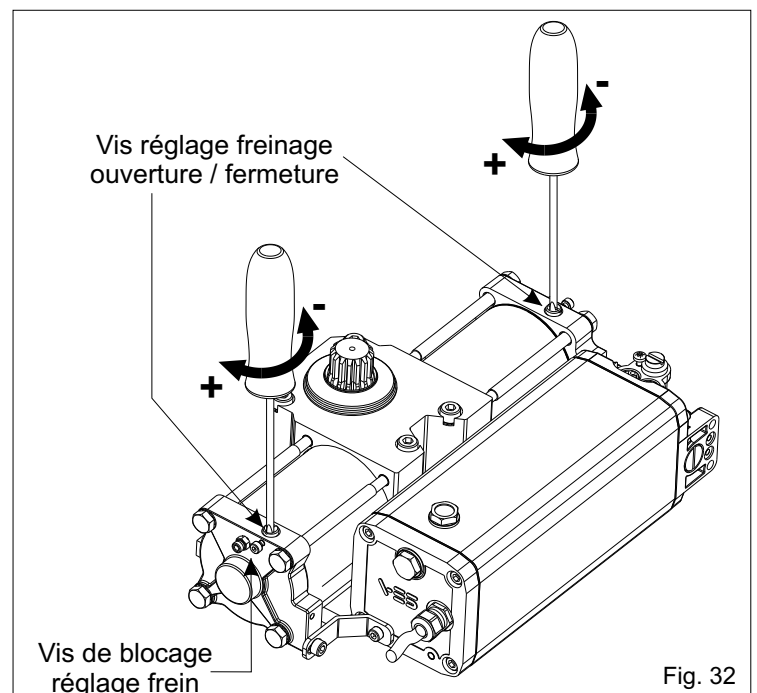

Fig. 32
9.1. Il est possible de régler le ralentissement du vantail en ouverture et en fermeture, à l'aide de la vis de réglage freinage (Fig. 32).